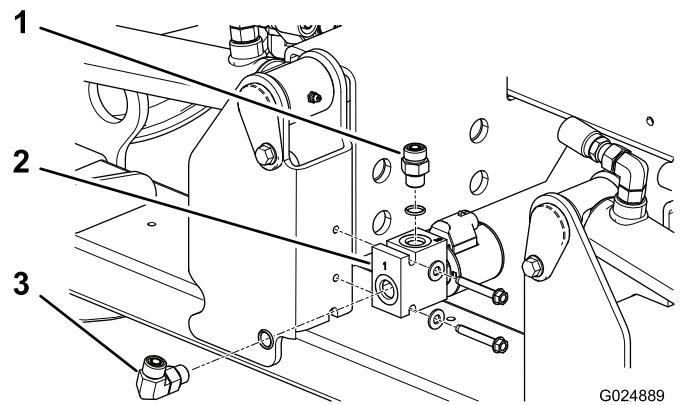

図 6
2. フレームチューブに、左側デッキロックマニホールドを取り付けるタップねじ $\frac{1}{4}$ " x 1 $\frac{3}{4}$ "2本を使用する。マニホールドは 図 6 のように取り付ける。
3. マニホールドの上部に油圧用のストレートフィッティングを取り付ける図 6。
4. マニホールドの端部に油圧用の90度フィッティングを取り付ける図 6。